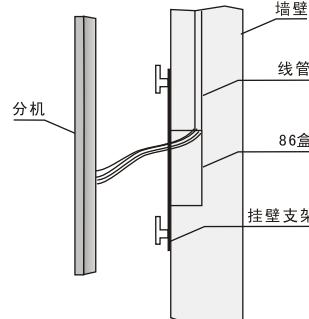

图 4
4. 接好分机线，将分机底部的挂墙口对准挂墙支架挂钩接入并向右拉至稳固（见图4）。